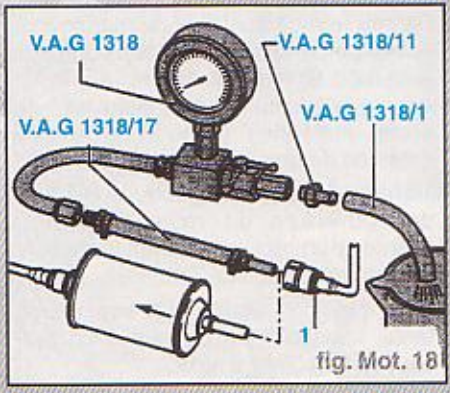

fig. Mot. 18
- débrancher le flexible d'alimentation (**1**) de l'entrée du filtre à carburant (fig Mot. 18)